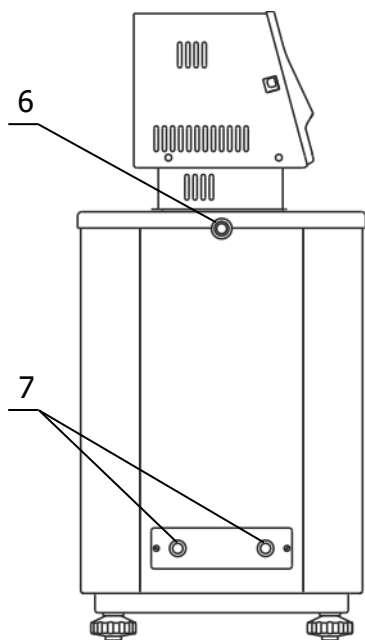

Рисунок 4 — Боковая панель термостата
2.2.6 К переливному штуцеру 6 (рисунок 4) присоединить гибкий шланг, второй конец которого опустить в емкость для сбора излишков теплоносителя объемом 1.5–2 литра.
2.2.7 Заполнить ванну термостата теплоносителем через одно из отверстий рабочих мест до момента начала слива теплоносителя из штуцера 6 (рисунок 4). Температурный диапазон применения теплоносителя должен соответствовать значениям, указанным в 1.2.6.
2.2.9 Для работы термостата при температурах теплоносителя, близких к окружающей температуре, может потребоваться дополнительное охлаждение с помощью встроенного теплообменника. В этом случае необходимо подключить термостат к водопроводной сети или специальному холодильному устройству при помощи шлангов, присоединенных к штуцерам теплообменника 7 (рисунок 4). Поток охлаждающей жидкости должен быть равномерным и, по возможности, небольшим. Дополнительное охлаждение не требуется, если температура теплоносителя выше температуры окружающей среды более чем на 25 °С.